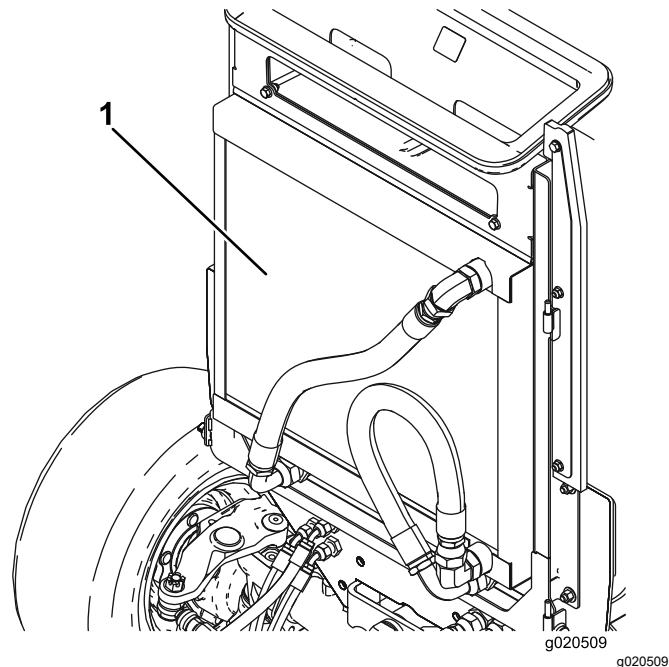

Figura 110
6. Limpie a fondo ambos lados de la zona del enfriador de aceite/radiador (Figura 110) con aire comprimido. Empezando en la parte delantera, soplo los residuos hacia la parte trasera. Luego, limpie desde atrás, soplando los residuos hacia adelante. Repita el procedimiento varias veces hasta eliminar todos los residuos.